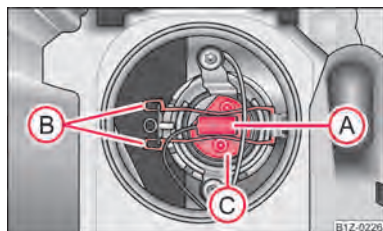

Fig. 184 Dépose de l'ampoule pour feu de route
- Débranchez la fiche (A) ⇒ fig. 184.
- Poussez l'étrier en fil de fer (B) en direction du phare puis décrochez-le en le tirant sur le côté.
- Sortez l'ampoule (C) et mettez-en une neuve de sorte que les ergots de fixation du socle de l'ampoule viennent prendre dans les découpures du réflecteur.